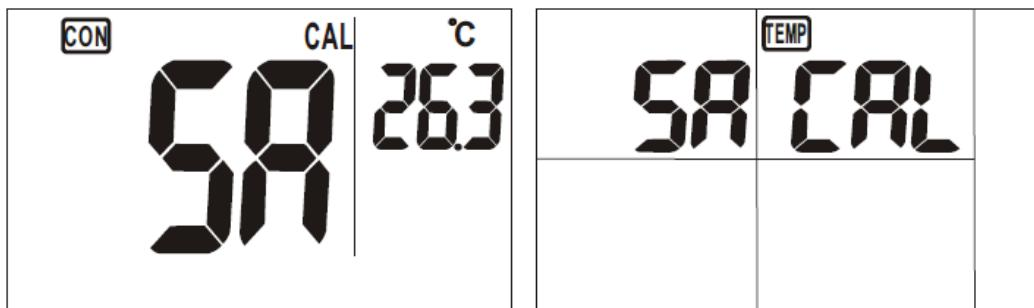

рис. 22      Модель 86031
7. Якщо значення електропровідності розчину на РК-дисплеї співпадає з калібрувальним значенням розчину, натисніть кнопку «ENTER», і на дисплеї відобразиться напис «SA» (рис.22). Коли дисплей перестане мигати та повернеться до звичайного режиму роботи, то калібрування електричної провідності завершено.